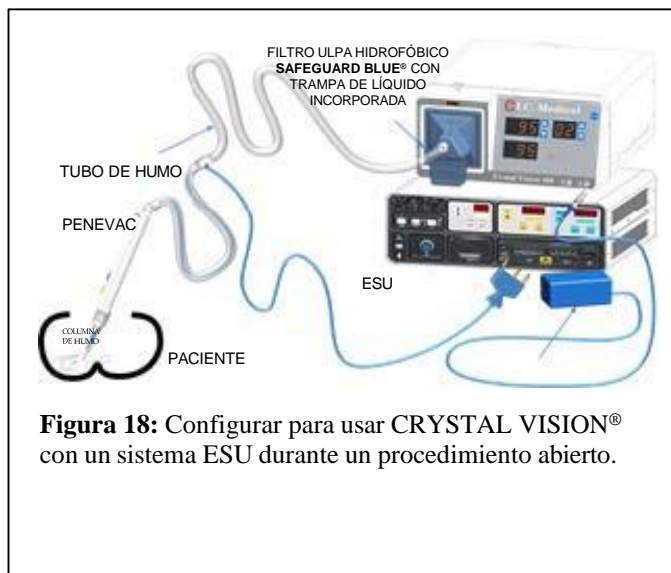

Figura 18: Configurar para usar **CRYSTAL VISION®** con un sistema ESU durante un procedimiento abierto.
3. Consulte la Figura 18 o 19 para la configuración.